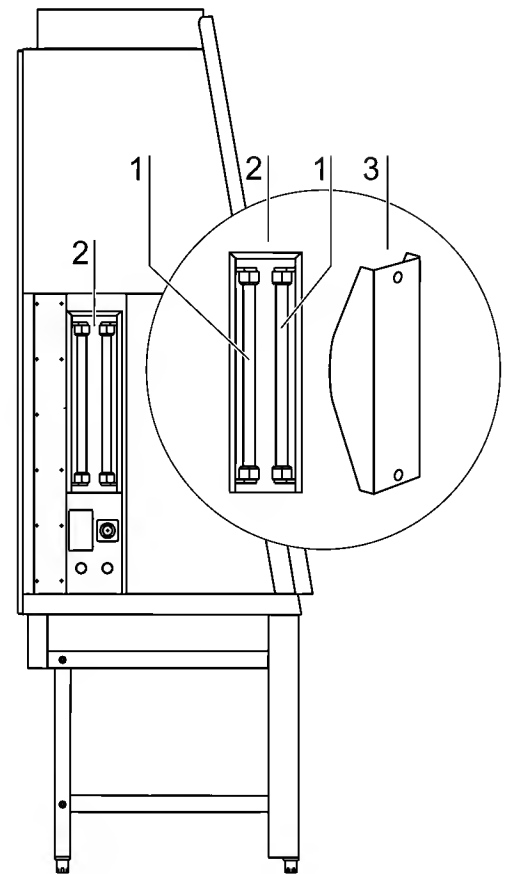

Fig. 9
**Fig. 9:** la unidad de radiación UV (opcional) consta de dos carcasas [2] integradas en los costados con dos emisores de radiaciones UV [1] por cada costado. Las dos carcasas están cubiertas con un panel de protección [3] desmontable de acero inoxidable.